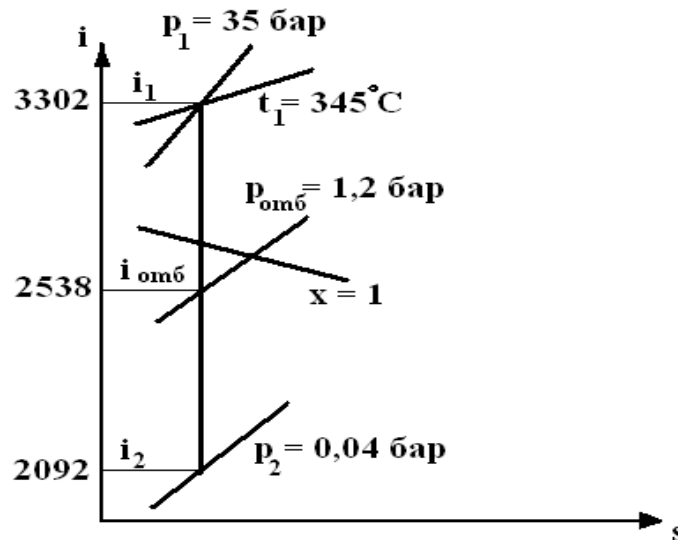

Рис. 10
11.4. Турбина мощностью 6000 кВт работает при параметрах пара: $p_1 = 35$ бар; $t_1 = 435^\circ\text{C}$; $p_2 = 0,04$ бар. Для подогрева питательной воды из турбины отбирается пар при $p = 1,2$ бар (рис. 10). Определить термический к.п.д. установки, удельный расход пара и тепла и улучшение термического к.п.д. в сравнении с такой же установкой, но работающей без регенеративного подогрева.
Пользуясь диаграммой is (рис. 10) и таблицами водяного пара, находим: